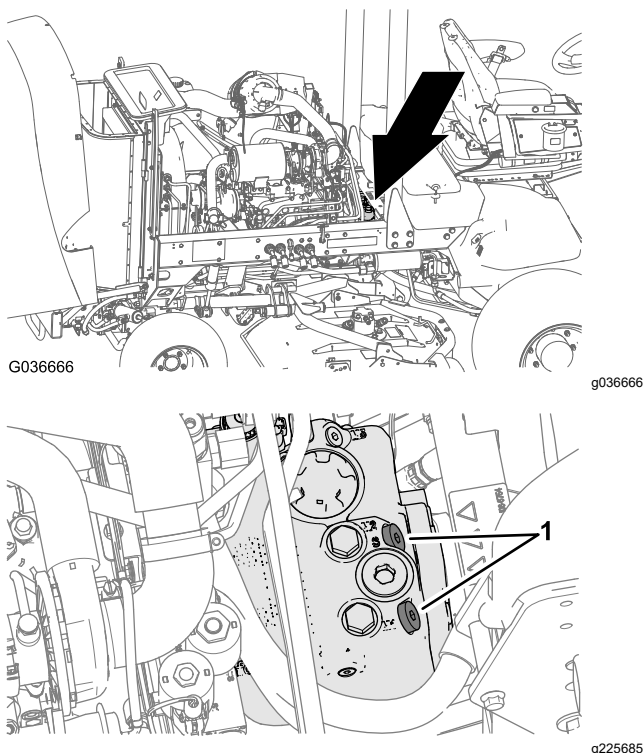

Figura 36
1. Levante el cofre y localice las válvulas de alivio (Figura 36) en la parte superior de la bomba, detrás de la batería/cajas de almacenamiento.